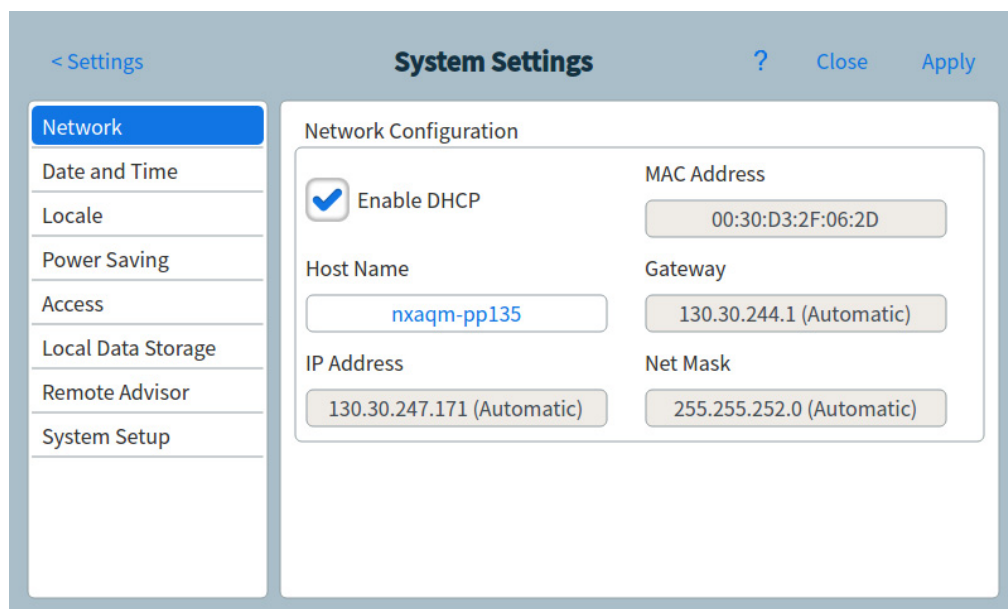

Figure 41 Page Configuration du réseau
- 1 À partir de la page Paramètres du système, appuyez sur le bouton de sélection de page **Réseau**. La page Configuration du réseau apparaît. Voir Figure 41.